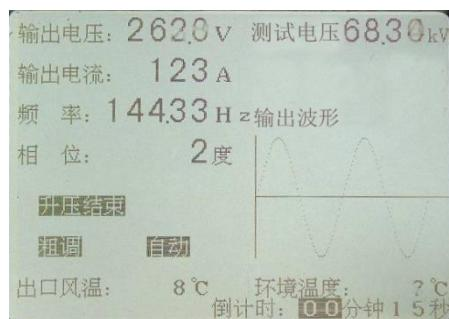

图 29 HMCXZW 变频电源装置自动升压完成后
8.2.4 当到达试验电压时, 屏幕提示“升压结束”, 倒计时会自动启动。当距离计时结束还有十秒时, 控制箱将发出报警声, 并且屏幕上的倒计时会闪动(见图 29)。试验时间到了, 系统会自动降低电压至零, 然后切断高压回路电源, 最后停止风扇工作。